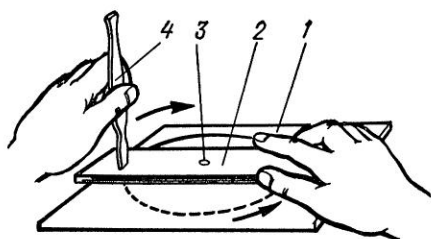

Рис. 32. Кругорез
Хорошо сделать для вырезания колес простое приспособление — кругорез (рис. 32). На кусочек фанеры (1) накладывают планочку (2) из более толстой фанеры (8—10 мм). В середину планочки вбивают гвоздь (3), а